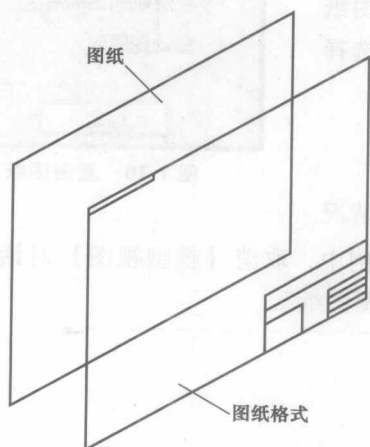

图 1-6 图纸和图纸格式
2. **图纸格式** 图纸格式包括边框、标题栏和必要的文字。图纸和图纸格式如图 1-6 所示。